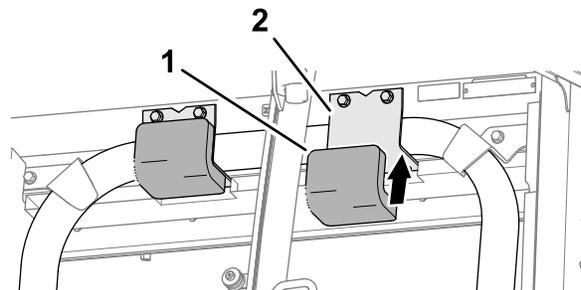

Bild 29
- Entfernen Sie die Trägerfolie und bringen Sie die Dämmung des Überrollschutzes an den Halterungen des Überrollschutzes an (Bild 29).